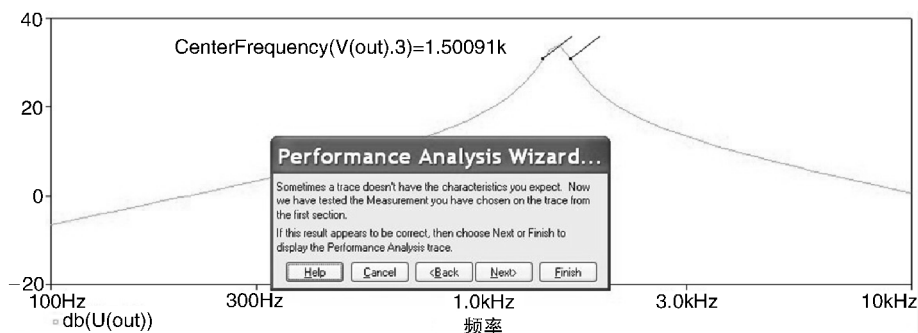

图 10.14 对电路进行标称值仿真时，输出波形曲线上的 -3dB 带宽测量值显示
4. 如图 10.14 所示为标称仿真时带通滤波器的输出波形曲线。波形上面所显示的数值为两测量点的中心频率值。在这种情况下，中心频率定义为最大值的 3dB 带宽值。通过该数值，可以确定电路响应是否正确，波形图中的测量点是否正确。